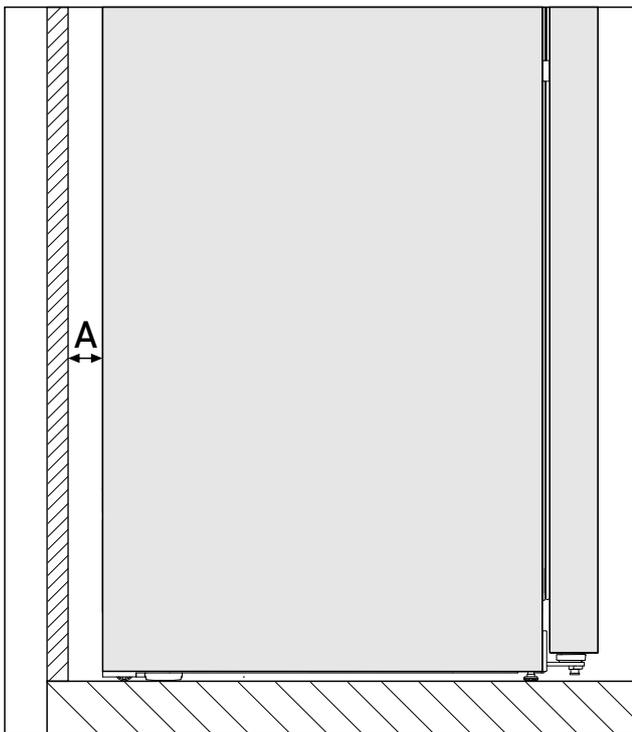

Fig. 2*
已在冰箱背面与墙壁之间的离墙距离为 Fig. 2 (A) 时确定能量消耗。当离墙距离小于 Fig. 2 (A) 时，不会影响冰箱的功能，但在更小的离墙距离下，能量消耗会略微升高。